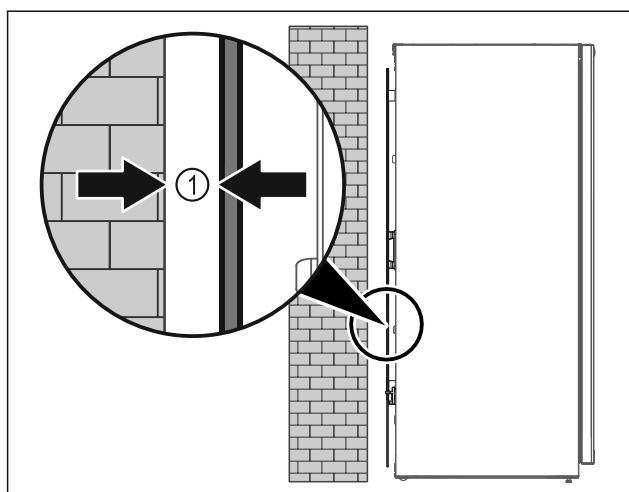

Fig. 7
- ▶ Uredaj je moguće postaviti ili slobodno u prostoriji ili izravno na zid na najmanjoj udaljenosti od 5 mm Fig. 7 (1).